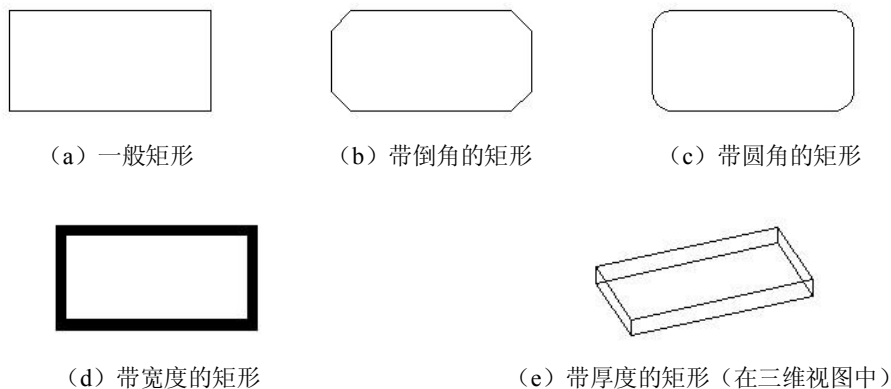

图 2-32 矩形的绘制
③矩形。指定两对角点绘制出矩形，可画倒角、圆角或指定线宽、厚度的矩形等，如图2-32所示。